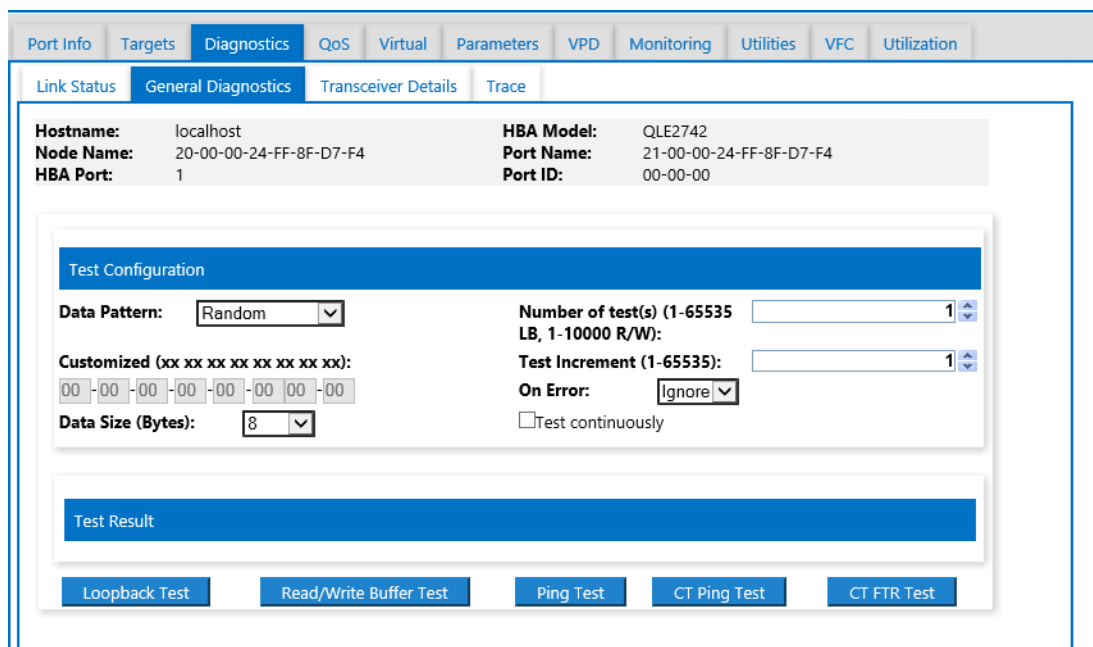

Figura 3-30. Executar o teste de ping de CT de fibre channel
5. Na página General Diagnostics (Diagnóstico geral) (consulte Figura 3-30), preencha as opções de **Test Configuration** (Configuração do teste) e, em seguida, clique em **CT Ping Test** (Teste de ping de CT) para iniciar o teste.